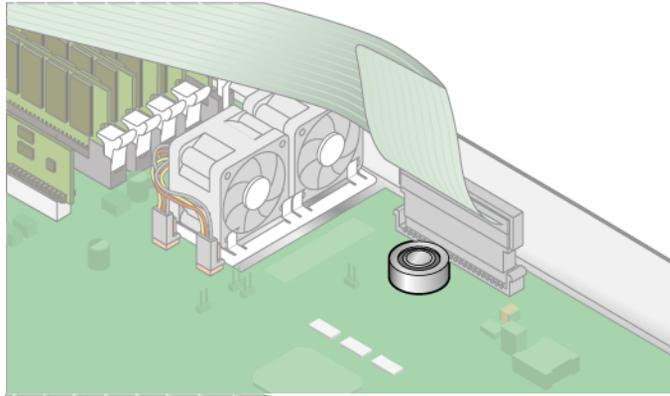

FIGURE 3-26 Retrait de la batterie du système
2. Retirez la batterie du système en la faisant glisser et la dégageant du support (voir l'emplacement sur la FIGURE 3-26).